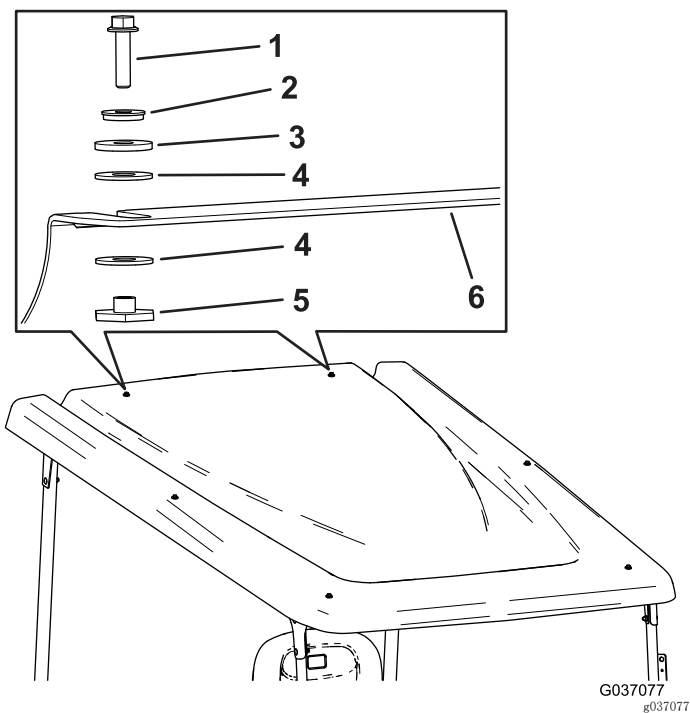

图16
18. 用 2 个六角凸缘螺栓（ $\frac{1}{4}$ x 1 英寸）、2 个密封垫圈、2 个摩擦垫圈、4 个塑料垫圈和 2 个凸缘轴套将遮阳篷安装到后交联上（图16）。